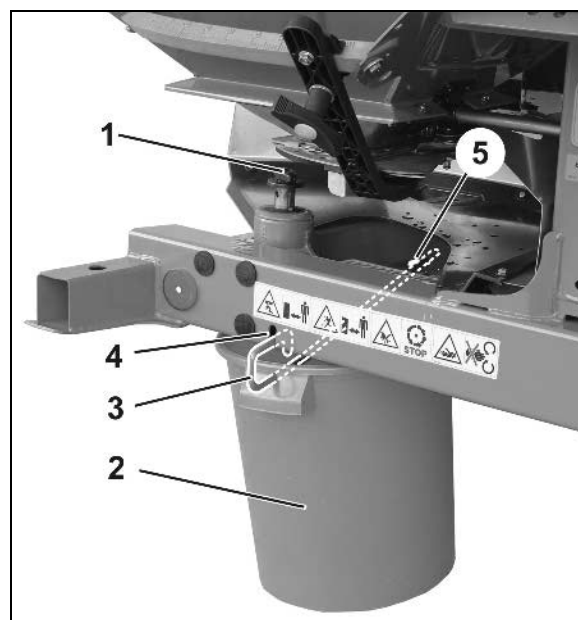

Рис. 40
3. Подвесьте улавливающую емкость (Рис. 40/2) с помощью скоб (Рис. 40/3) в креплениях (Рис. 40/4 и Рис. 40/5) на раме.